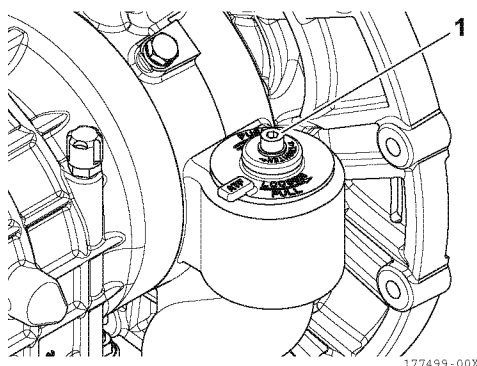

Abbildung 23
14. Die Kopfschraube (1, **Abbildung 23**) mit einem Drehmoment von 5 Nm bis 8 Nm (3,6 lbf bis 5,9 lbf) festziehen.